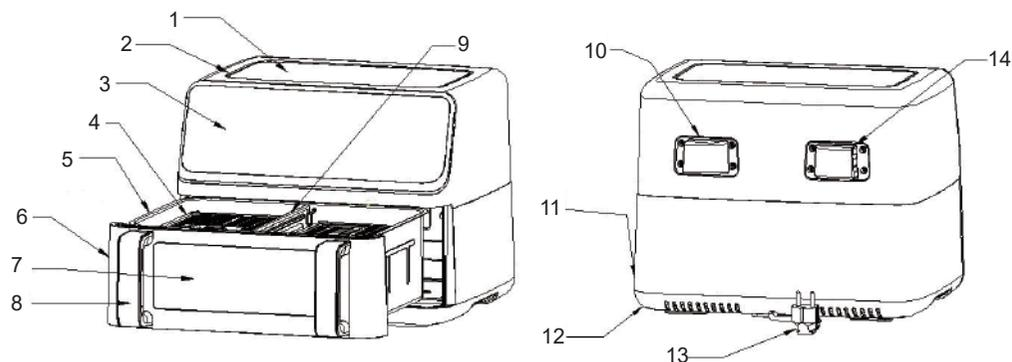

Abb. 2
- Alle zugänglichen Oberflächen können während des Gebrauchs heiß werden (Abb. 2).